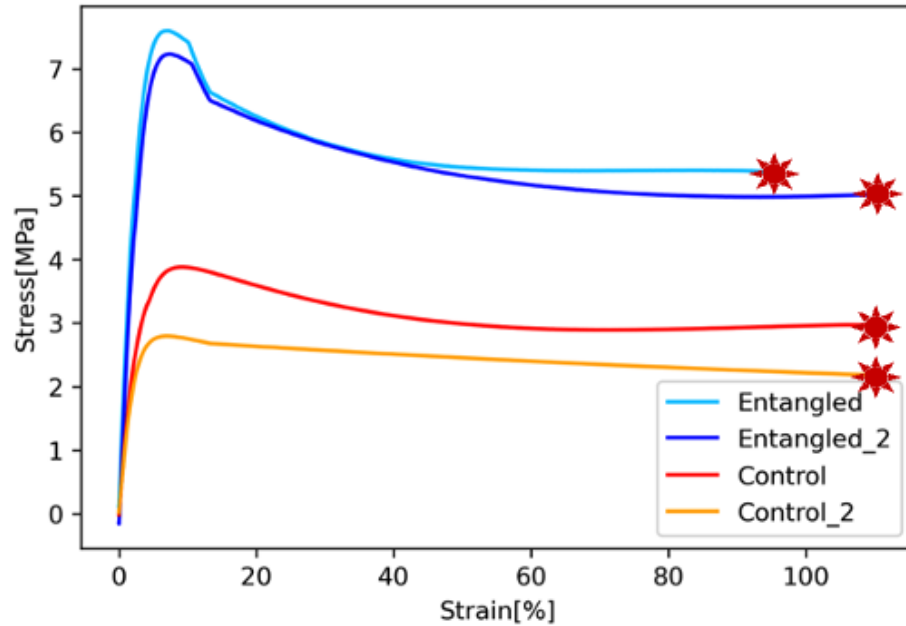

Figure 5: Courbes expérimentales de traction générées dans le laboratoire SuNMIL.
8. Une doctorante du laboratoire SuNMIL réalise pour la première fois des essais de traction sur de nouveaux échantillons, ayant du mal à interpréter ses nouveaux résultats, elle va voir le Prof. Stellacci pour lui montrer les courbes ci-dessous (Figure 5). Au premier coup d'œil, le Prof. Stellacci s'exclame : “tes échantillons ont au moins un défaut !”. Expliquez pourquoi le professeur peut affirmer cela et de quel(s) défaut(s) il parle.